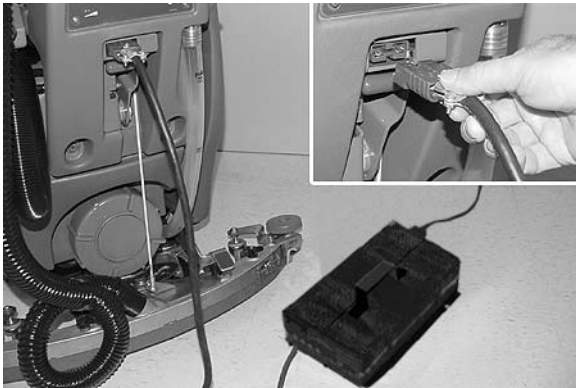

FIG. 42
6. Branchez le cordon CC du chargeur sur la prise de batterie de la machine (Figure 42).